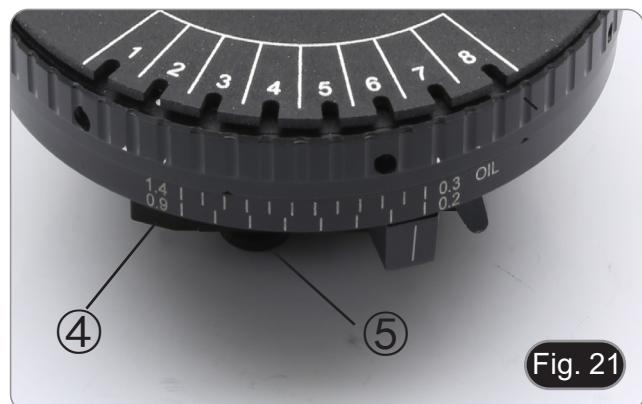

Fig. 21
2. A l'aide du bouton ④, insérez le polariseur intégré dans le condensateur et desserrez la vis de fixation de rotation du polariseur ⑤. (Fig. 21)